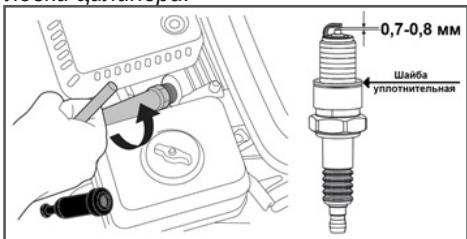

Рис. 29 Обслуживание свечи зажигания
1. Снимите со свечи зажигания колпачок и удалите грязь вокруг свечи зажигания (Рис. 29).
4. Измерьте зазор между электродами свечи зажигания специальным щупом. Зазор должен быть $0,7-0,8$ мм (Рис. 29). При увеличении, или уменьшении требуемого зазора, рекомендуется заменить свечу, так как регулировка зазора может привести к изменению качества искрообразования.